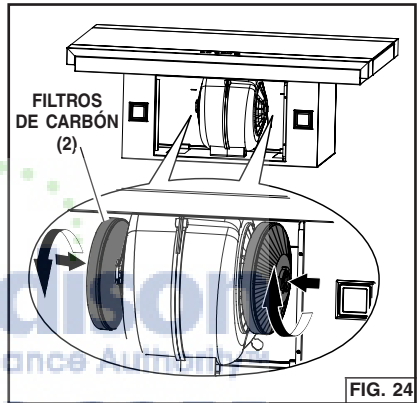

FIG. 24
3. Tome los filtros de carbón y gírelos un cuarto de vuelta en sentido horario hacia el soplador. Fig. 24.